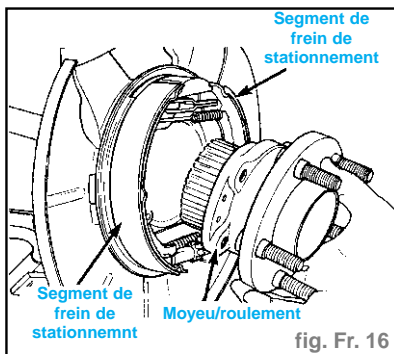

fig. Fr. 16
- Déposer le moyeu/roulement de l'essieu et de la fusée du joint homocinétique extérieur (Fig. Fr. 16).